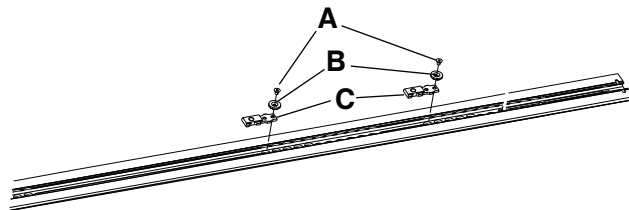

图 1 – 固定底板附接支架
2. 对于旋钮和支架套件 (6390-041-000)，使用 5/32" 六角扳手，将平头螺钉 (0001-194-000) (A) 安装到副锚固组件附接支架 (6390-001-110) (B) 上，以固定底板附接支架 (6390-101-108) (C) (图 1)。